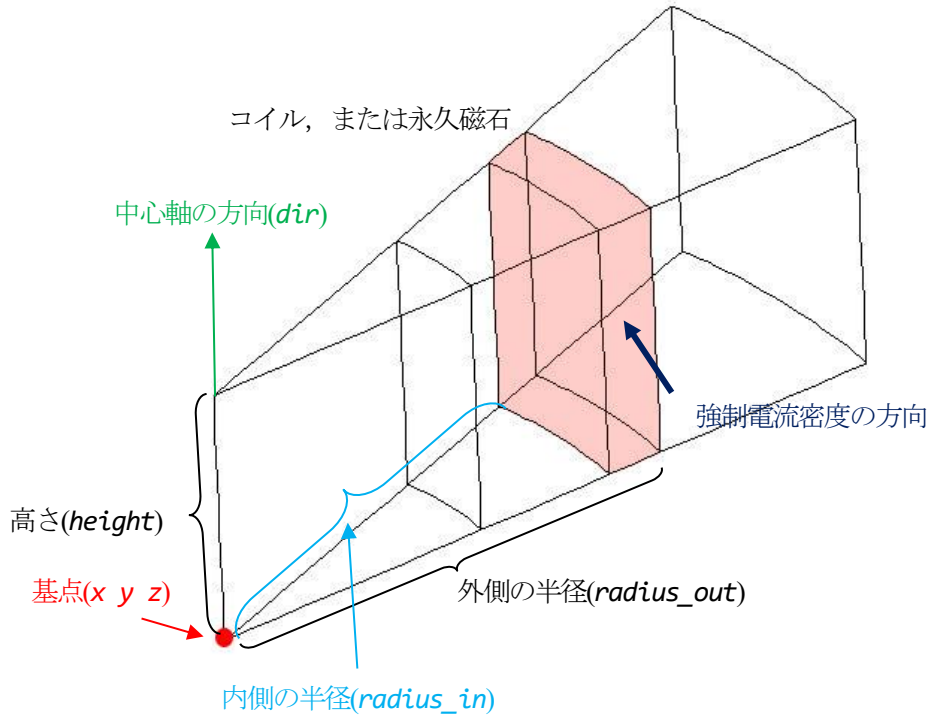
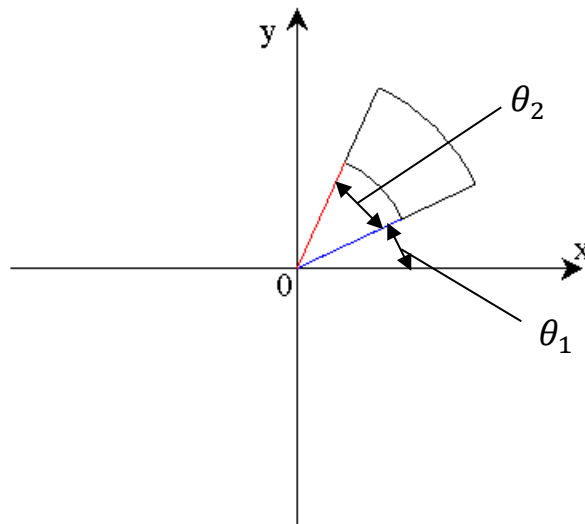

図 15. 扇形円筒 : 各部の名称.
図 16. 扇形円筒 :  $\theta_1$ と $\theta_2$  (z軸を高さ方向に選んだ場合).
扇形円筒の形状定義は、円筒の一部、または全部を領域として設定します。この定義の構成は図 14 のとおりです。それぞれの構成要素の一部を図 15、図 16 に示します。
1行目は扇形円筒による形状定義のキーワードです。2行目には円筒の中心軸上にあり基点とする点の座標[m]を3次元(x y z)で与えます。この点が存在する平面が円筒の底面になります。3行目は中心軸の方向(*dir*)と円筒の高さ(*height*) [m]です。方向は「x」、「y」、「z」のいずれかで与えてください(図 15)。4行目には扇形の範囲を決めるための、図 16 に示された角度を2つ記述します。まず角度の単位(*unit*)を弧度法なら「rad」、度数法なら「deg」で記述します。角度は2つとも同じ単位で記述します。なお $\theta_1$ がどの軸からの角度になるかは3行目で記述した中心軸の方向(*dir*)によって決まります。
- ・ 中心軸の方向(*dir*)に「z」を選んだなら、底面はxy平面にあり、 $\theta_1$ はx軸からの角度となる(図 16)。
5行目には扇形円筒の内側の半径(*radius\_in*) [m]と外側の半径(*radius\_out*) [m]を記述します。6行目には強制電流密度の大きさ[A/m2]、または磁化ベクトルの大きさ[T]を記述します。大きさですが、方向が存在します。中心軸(*dir*)に対して右ねじ方向に回る(図 15)ときを正、これとは反対方向に回るときを負としてください。また準定常問題である時間調和渦電流解析、高周波電磁波解析では複素数で与えなければなりませんので、実部と虚部、